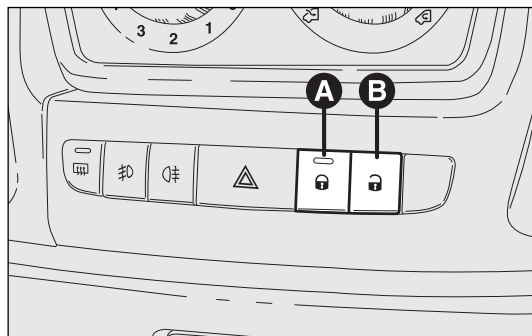

fig. 118
Si hay alguna puerta abierta después de pulsar el botón  del mando a distancia, los intermitentes y el led del botón presente en el botón A-fig. 118 parpadean rápidamente durante unos 3 segundos. Cuando la función está activa los botones A y B fig. 118 están desactivados. Pulsando dos veces rápidamente el botón  en el mando a distancia se activa el dispositivo dead lock (ver el apartado “Dispositivo dead lock”).
Pulsar el botón A-fig. 118 para cerrar y el botón B para abrir las puertas. La apertura y el cierre son centralizados (puertas delanteras y traseras). Cuando las puertas están cerradas el led del botón A está encendido y al pulsar el botón B se abren en modo centralizado todas las puertas y se apaga el testigo. Cuando las puertas están abiertas el led está apagado y al pulsar el botón se cierran en modo centralizado todas las puertas. El bloqueo de las puertas se activa únicamente si todas las puertas están bien cerradas.
No podrán abrirse con el botón A-fig. 118 ubicado entre los mandos del salpicadero.
- los botones A-B fig. 118 de cierre/apertura
La activación del dispositivo se indica con 3 destellos de los intermitentes y el parpadeo del led del botón A-fig. 118 situado entre los mandos del salpicadero.